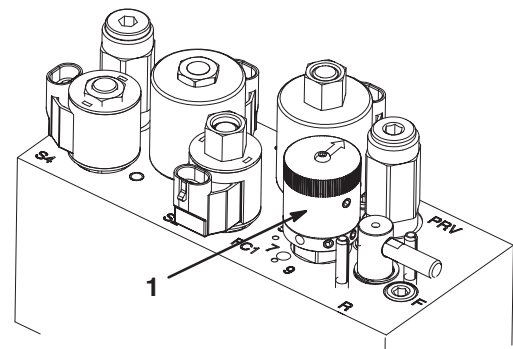

Figure 38
4. Pour régler la vitesse des cylindres, tournez le bouton (Fig. 38) jusqu'à ce que les flèches soient en face du numéro correspondant au réglage voulu.